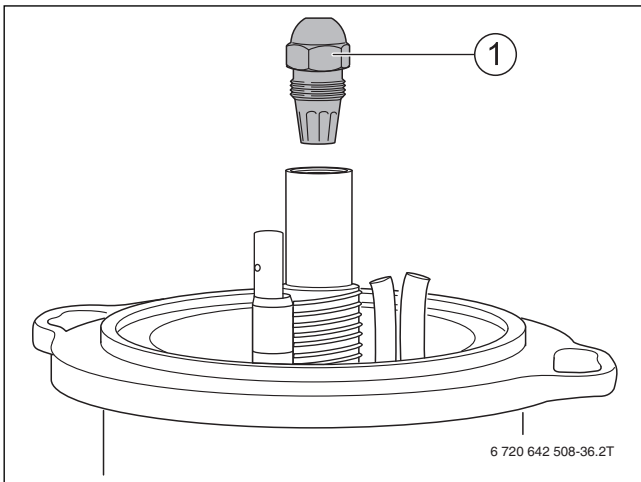

Bild 70 Düse abschrauben
- ▶ Düse abschrauben (→ Bild 70).